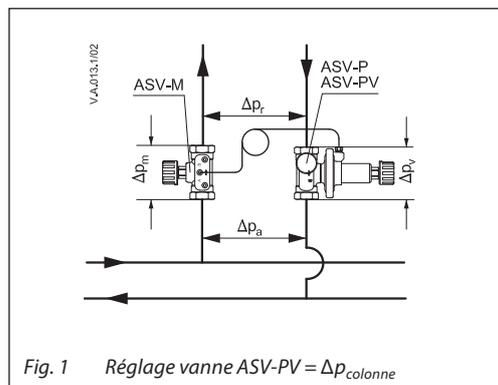

Fig. 1 Réglage vanne ASV-PV = $\Delta p_{colonne}$
- Pour utiliser la vanne associée à l'extérieur du circuit de contrôle : lorsque les terminaux (radiateurs, etc.) disposent du pré-réglage pour la limitation du débit, cette dernière n'est pas nécessaire sur la colonne. Pour les dimensions DN 15 à DN 50, la vanne ASV-M doit être utilisée en tant que vanne associée (Fig. 1). Pour les dimensions DN 65 à DN 100, la vanne MSV-F2 doit être utilisée et raccordée à l'extérieur du circuit de contrôle. La limitation du débit sur la colonne est impossible, mais l'intégralité de la plage de pression contrôlée est disponible pour la colonne.